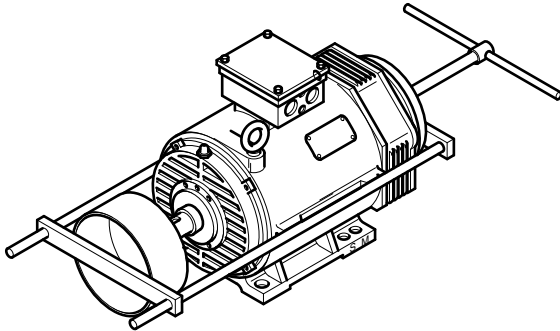
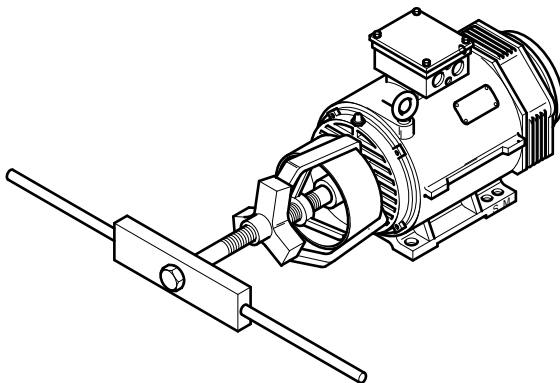

Bild 4: Aufziehen ohne Zentrierbohrung
Bild 6: Abziehen
- ⚠ Zur Schonung der Wälzlager das Abtriebs-element nur mit Hilfe geeigneter Vorrichtungen aufziehen (→ Bild 4 und 5) bzw. abziehen (→ Bild 6). Gegebenenfalls das Abtriebs-element vorher entsprechend dem Schrumpmaß erwärmen.